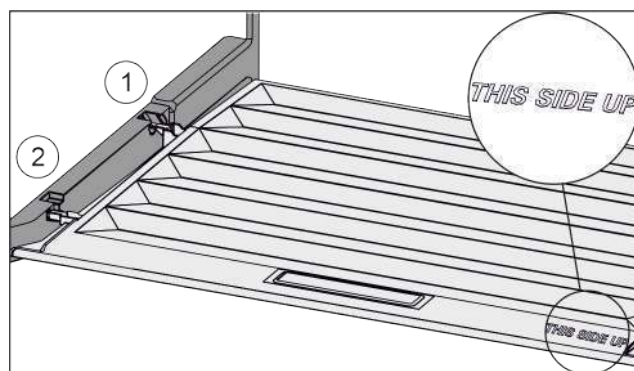

Fig. 104
- Вставить поперечные ребра крышки через отверстие заднего держателя Fig. 104 (1) и защелкнуть спереди в держателе Fig. 104 (2).